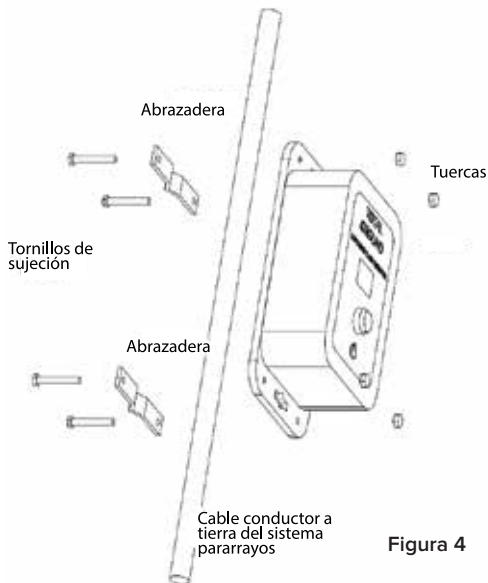

Figura 4
- 2.- Colocar la abrazadera detrás del cable de pararrayos con los tornillos. (Ver figura 4)